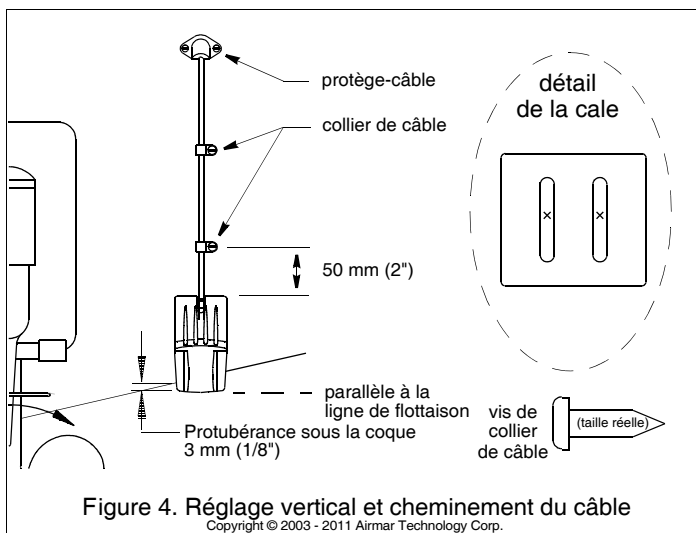

Figure 4. Réglage vertical et cheminement du câble
1. Positionnez la sonde à l'emplacement sélectionné de sorte que la protubérance de la face inférieure passe à 3 mm (1/8") en dessous de l'arête inférieure du tableau arrière (voir Figure 4).
2. Utilisez la hauteur de réglage offerte par les fentes de fixation de l'étrier pour faire coulisser la sonde verticalement (voir Figure 4). Vérifiez que la protubérance du coin inférieur gauche de la sonde se situe à 3 mm (1/8") en dessous du dessous de la coque.
- b. Augmentez la profondeur d'immersion de la sonde par étapes successives de 3 mm (1/8") (voir Figure 4).
1. Si un trou doit être percé dans le tableau arrière, sélectionnez un emplacement **bien au-dessus de la ligne de flottaison** (voir Figure 4). Vérifiez l'absence d'obstructions telles que volets de trim, pompes ou câblage à l'intérieur de la coque. Marquez l'emplacement avec un crayon. Percez un trou à l'aide d'un foret d'un diamètre suffisant pour permettre le passage du connecteur.